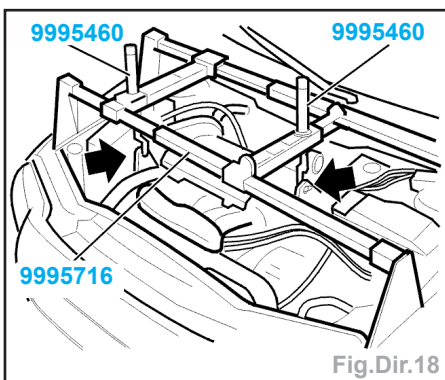

Fig.Dir.18
- Poser les outils de levage **999 571** et les crochets de levage **999 5460** (fig.Dir.18).